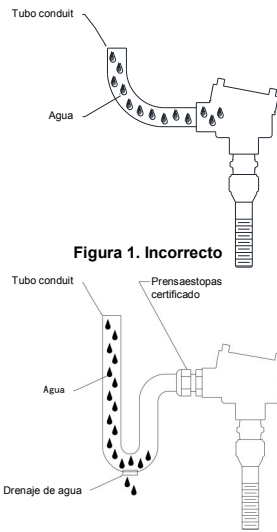

Figura 1. Incorrecto
- Todos los tubos conectados a equipos eléctricos, incluyendo interruptores GO Switch serie 70 con unidades de cabezal de conexión, deben sellarse para evitar que entre agua a través del sistema de tubos conduit. En la figura 1, ha ocurrido algo habitual, el sistema de tubos conduit se ha llenado con agua. Con el transcurso del tiempo, esto puede ocasionar que el interruptor falle prematuramente. En la figura 2, la terminación de la unidad del interruptor puede colocarse con un dispositivo de entrada con cable roscado certificado (provisto por el usuario) según las instrucciones del fabricante.